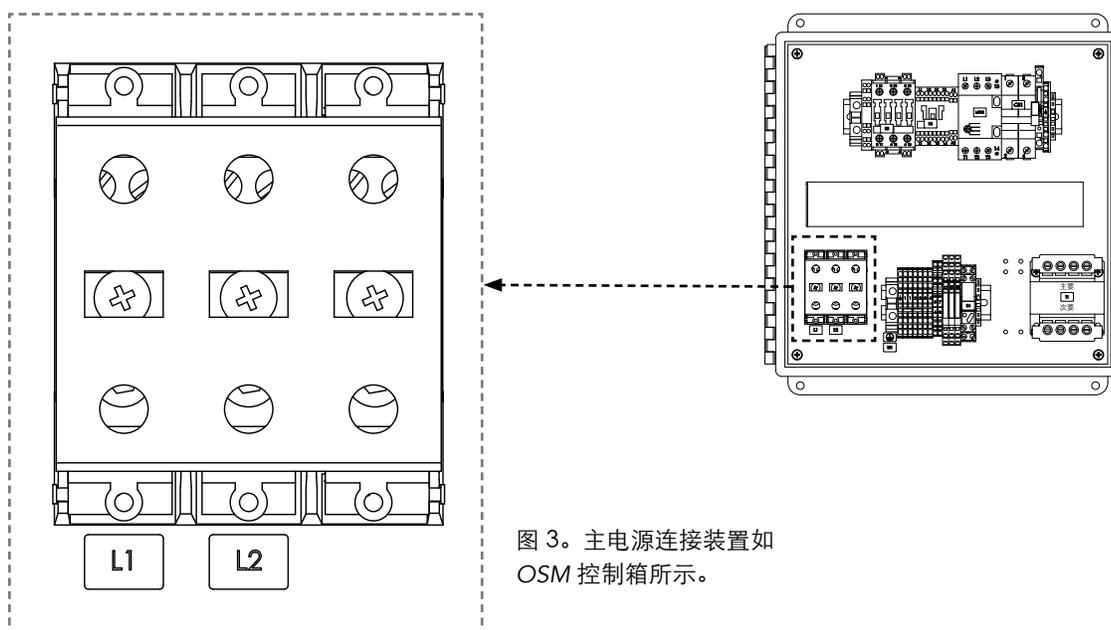

图 3. 主电源连接装置如 OSM 控制箱所示。
- ▶ 对于**单相应用**，使用标有 **L1** 和 **L2** 或 **L** 和 **N** 的接线端子。见图 3。